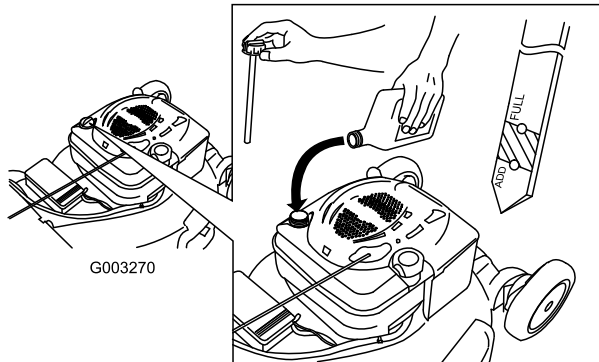

Figure 15
1. Retirez la jauge, essuyez-la sur un chiffon et remettez-la dans le goulot de remplissage (Figure 15).
2. Sortez de nouveau la jauge et contrôlez le niveau d'huile (Figure 15). Si le niveau n'atteint pas le repère minimum (Add) de la jauge, versez **lentement** suffisamment d'huile dans le goulot de remplissage pour faire monter le niveau au repère maximum (Full). **Ne remplissez pas excessivement.** (Remplissage max. : 0,59 l, type : huile détergente SAE 30W de classe de service API SF, SG, SH, SJ, SL ou supérieure.)